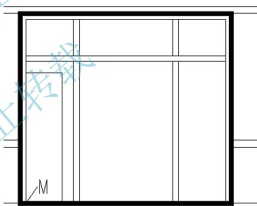

图 4.31 绘制出矩形
② 在指定另一个角点或[面积(A)/尺寸(D)/旋转(R)]: 提示下, 输入“@510, 1860”后按 Enter 键结束命令, 结果如图 4.31 所示。